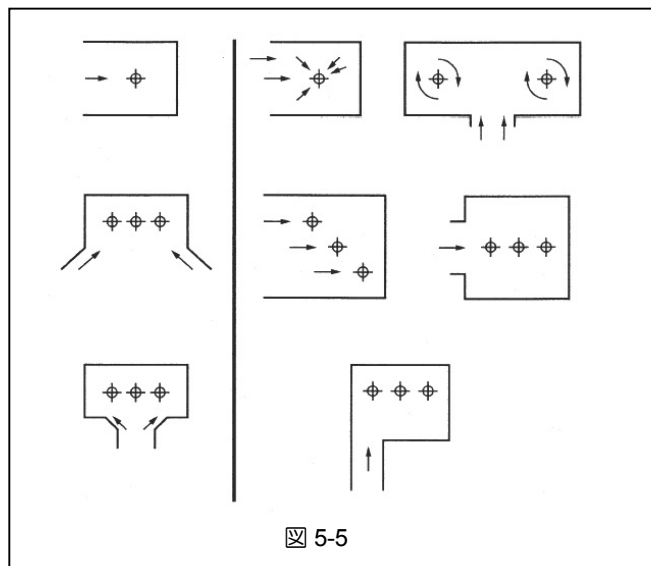

図 5-5
- (4) 導入路とポンプ吸込位置の関係は、次の諸点から決められます。(図 5-5)